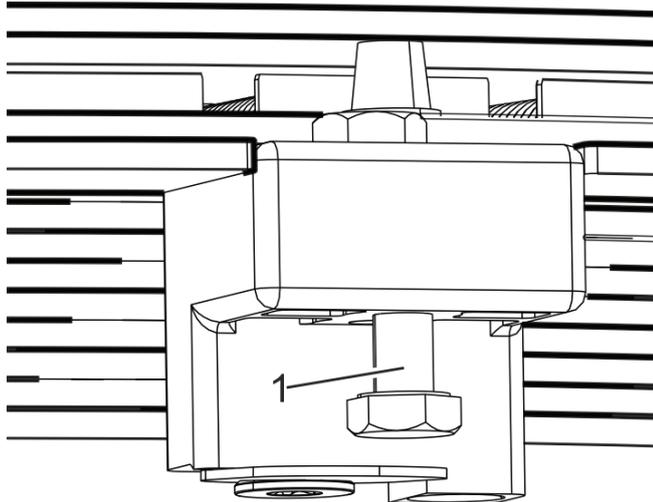

Рис. 131 Устройство защиты от снятия
- Отрегулировать устройство защиты от снятия (рис. 131/1) с учетом толщины материала вставленного сегмента нижней части потолка.